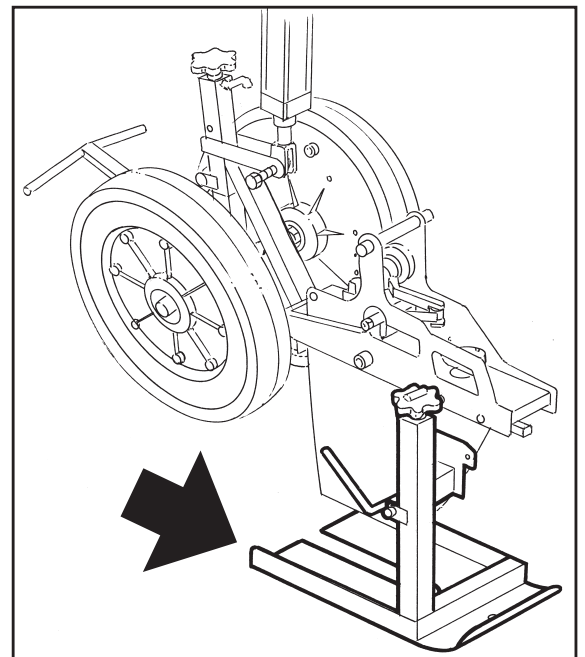

Fig. 7
- Pattino elemento (Fig. 7).
- Element skid (Fig. 7).
- Cale élément (Fig. 7).
- Patín del elemento (Fig. 7).